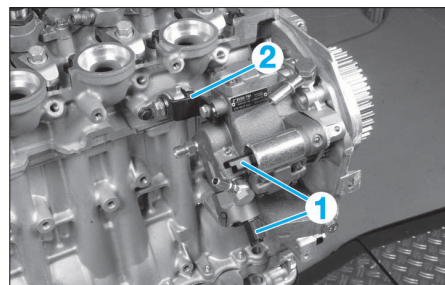

FIG. 41
- Débrancher les connecteurs (1) (Fig.41).
- Déposer la fixation (2) (Fig.41).